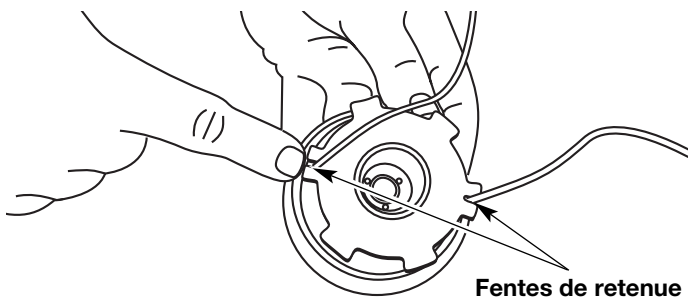

Fig. 43
- Insérez les extrémités du fil dans les deux fentes de retenue (Fig. 43).